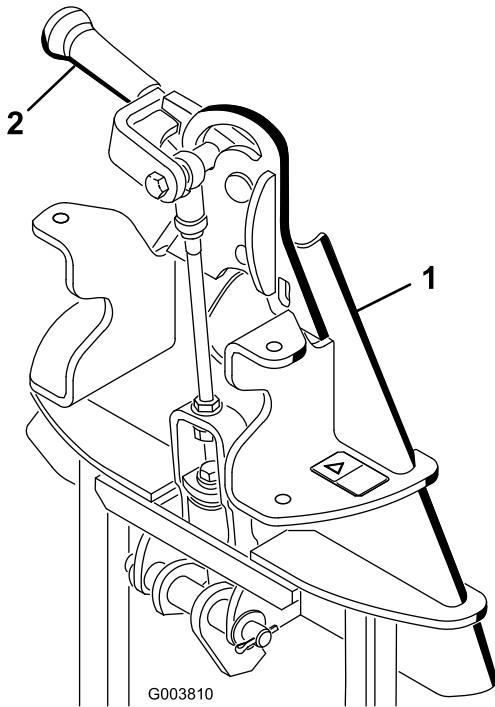

Figura 4
**Nota:** Assicuratevi che la leva di bloccaggio (Figura 4) sia ruotata a sinistra (posizione sbloccata) vista dal retro della macchina.